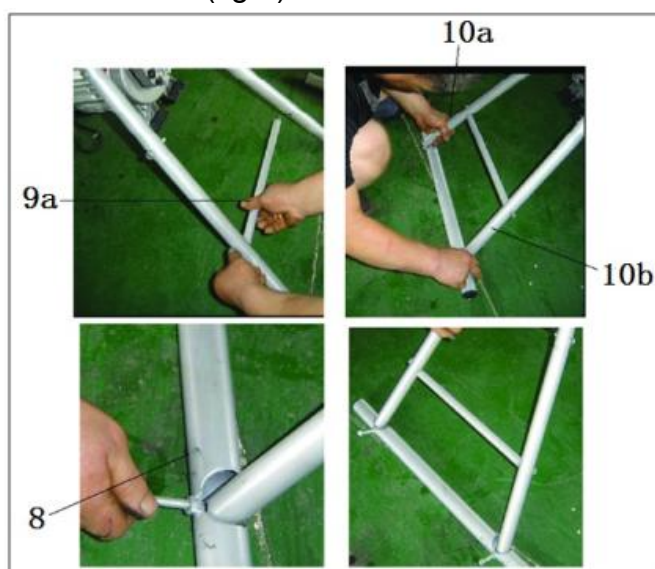

fig.3
- b) Raccordez l'arbre horizontal (9a) au support avant (10a et 10b) avec des vis, puis assemblez le pied horizontal (8) et fixez-le au support avant (10a et 10b) à l'aide de vis (fig.3).